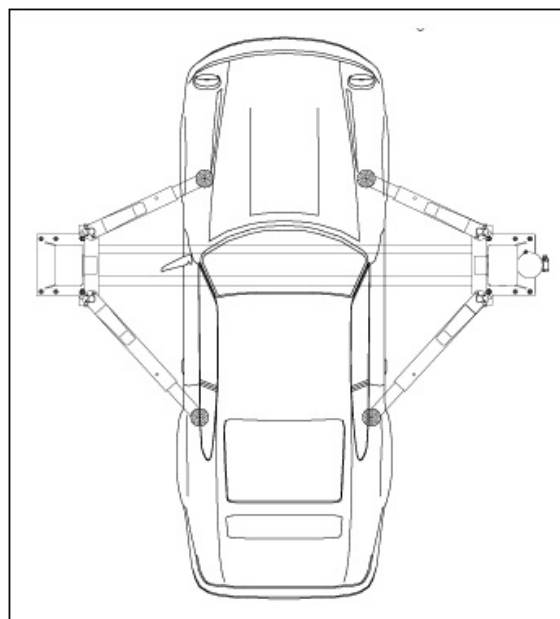

Рис. 12 Правильно установленный автомобиль
Важно правильно расположить автомобиль на дисковых опорных платформах для оптимального распределения нагрузки на лапы (Рис.12)
- Автомобиль правильно установлен на подъемнике (Рис.12).